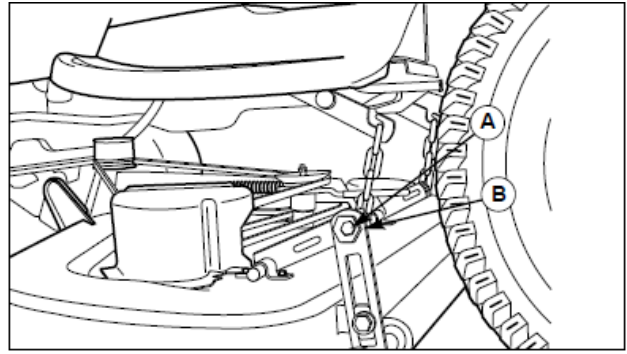

図 38 サイド to サイドモアのレベル調整
5. 図 38 を参照して、外側のナット (A) を緩めてください。モアの左側を上げ下げするために、偏心ナット (B) を回してください。モアが水平なとき、外側のナットを締めている際、偏心ナットを持ってください。